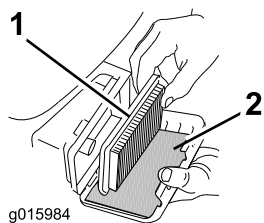

Figura 27
3. Retire o elemento de papel do filtro de ar e o filtro prévio de esponja (Figura 27).